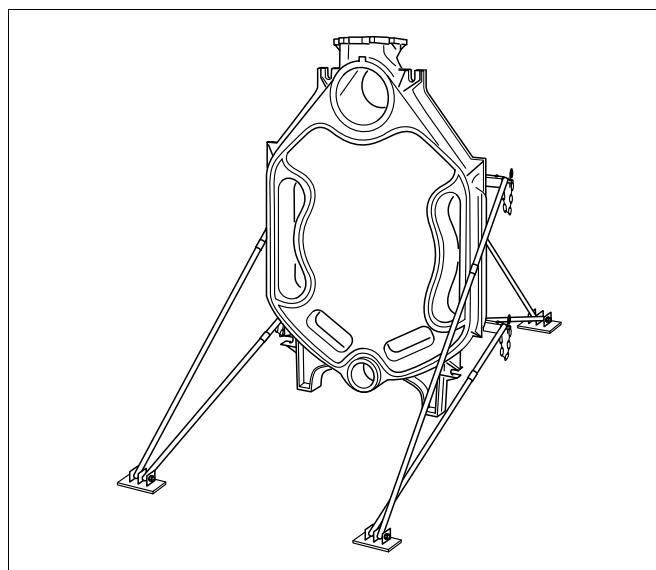
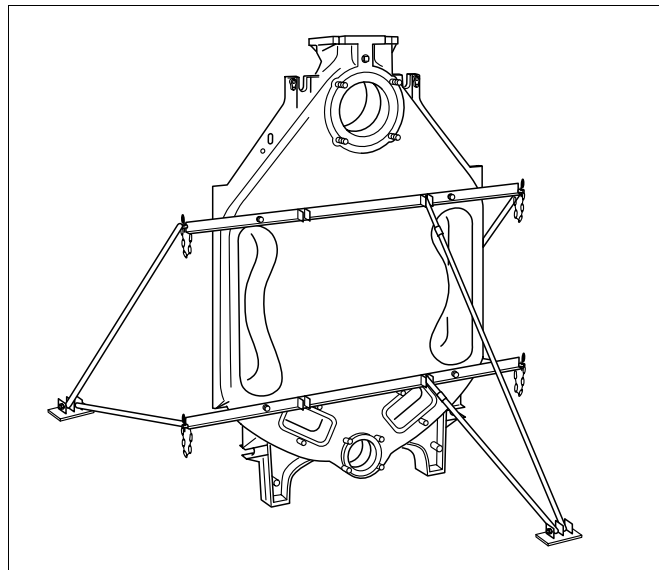

Рис. 9 Задняя секция с установленным монтажным приспособлением
Рис. 11 Крепление монтажного приспособления
- Установить заднюю секцию и при помощи монтажного приспособления закрепить ее от опрокидывания (см. рис. 11 и рис. 9, а также отдельную инструкцию по использованию монтажного приспособления).